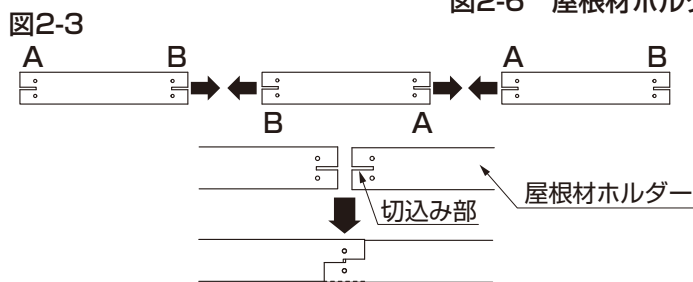

図2-7
- 2本目以後の取付けは、1本目の屋根材ホルダーと反対向きにして、切込み部をかみ合わせるように取付けてください。(図2-7参照)